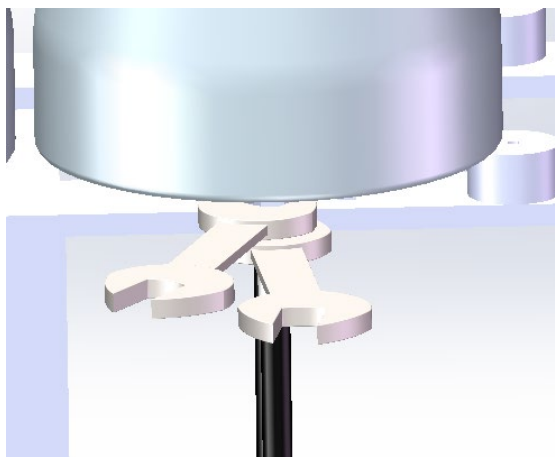

图 1：
- 1) 用 2 把 22mm 开口扳手将与接头组件相接的高压水管取下(扳手固定高压水管的金属接头，另一只扳手松卡套螺母，如下图 1 示)，并拔开产水（透析液）软管；